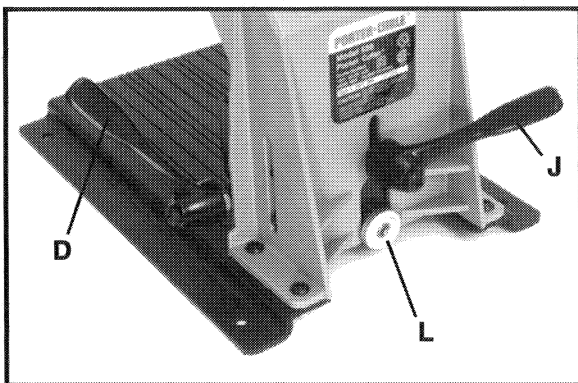

Fig. 6
1. Tournez le levier de l'étau d'ouvrage (D) Fig. 6, en sens des aiguilles d'une montre jusqu'en position OUVERTE.
2. Tournez le levier de réglage de l'étau (J) Fig. 6, en sens inverse des aiguilles d'une montre pour desserrer.
La placement de la bague-guide pour la foreuse peut être changée pour des préférences individuelles en desserrant l'écrou de retenu (L) Fig. 6. Déplacez la bague-guide jusqu'à l'emplacement désiré, et puis resserrez l'écrou de retenu.